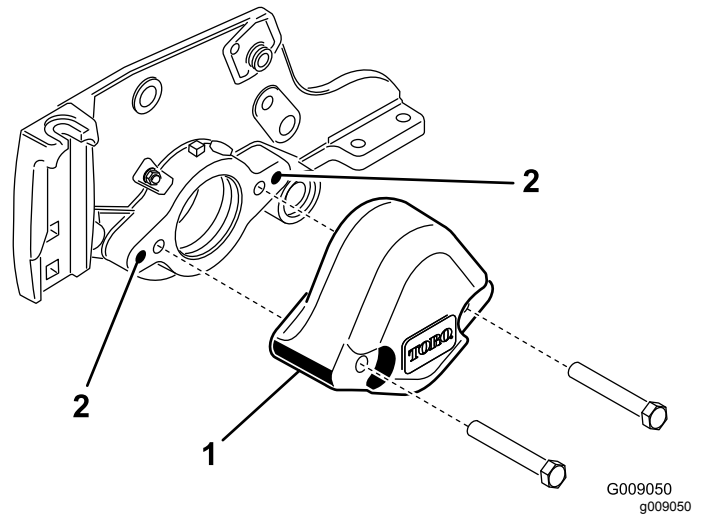

Figure 5
3. Retirez les 2 boulons de fixation du contrepoids à l'extrémité gauche de l'unité de coupe. Déposez le contrepoids (Figure 5).
4. Avec un taraud de 3/8-16, retirez la peinture des trous de montage extérieurs des plaques latérales (Figure 5).